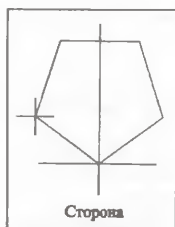

Рис. 503
- задать начало и конец стороны многоугольника (рис. 503).